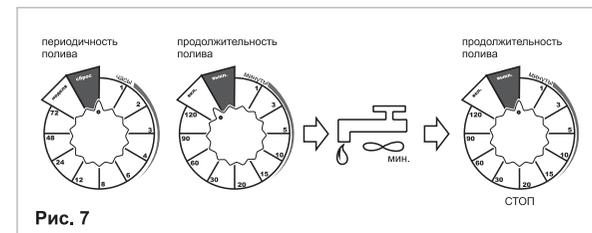

Рис. 7
4. Для настройки ручного режима поставьте периодичность полива в положение «Сброс», а продолжительность полива в положение «Вкл.». В этом режиме вода начнет подаваться немедленно*. Для остановки подачи воды переведите продолжительность полива в положение «Выкл.» (см. Рис. 7).